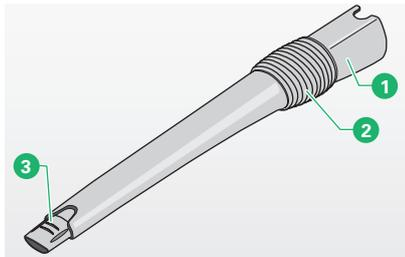

Bild 3.23 Variodüse
- Stecken Sie den Stutzen (Bild 3.23 auf S. 42, Pos. ❶) der Variodüse an den Handgriff des Elektro-Saugschlauchs.
Die Variodüse hat ein Gelenk (Bild 3.23 auf S. 42, Pos. ❷), so dass Sie im 90 Grad Winkel saugen können. Mit der verlängerbaren flexiblen Spitze ❸ kommen Sie selbst in schwer erreichbare Ecken und enge Stellen. Außerdem können Sie einen der Aufsätze auf die Spitze ❸ setzen, den Bohraufsatz oder den Pinselaufsatz.